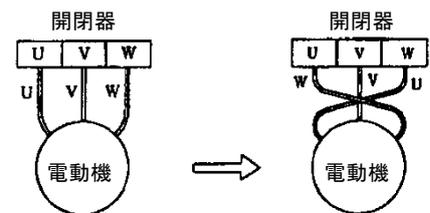

図 8
- 次に回転方向を確認してください。ポンプを運転し、吐出し量が少なく異常音を発する場合は逆回転ですから、三相のうち二相を入れ替えてください。(図8参照)